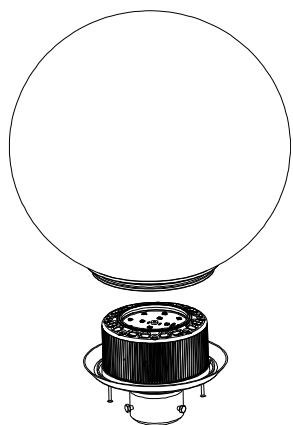
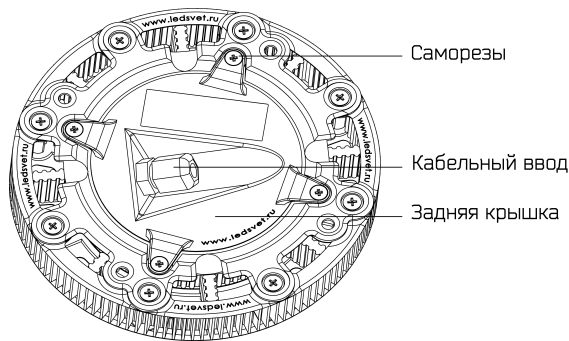

Рис. 3. Световой модуль
Рис. 4. Задняя крышка светового модуля
- 8.3. Отвернуть снизу 2 самореза (рис. 3) и вынуть световой модуль. Снять заднюю крышку, открутив 4 самореза (рис. 4).